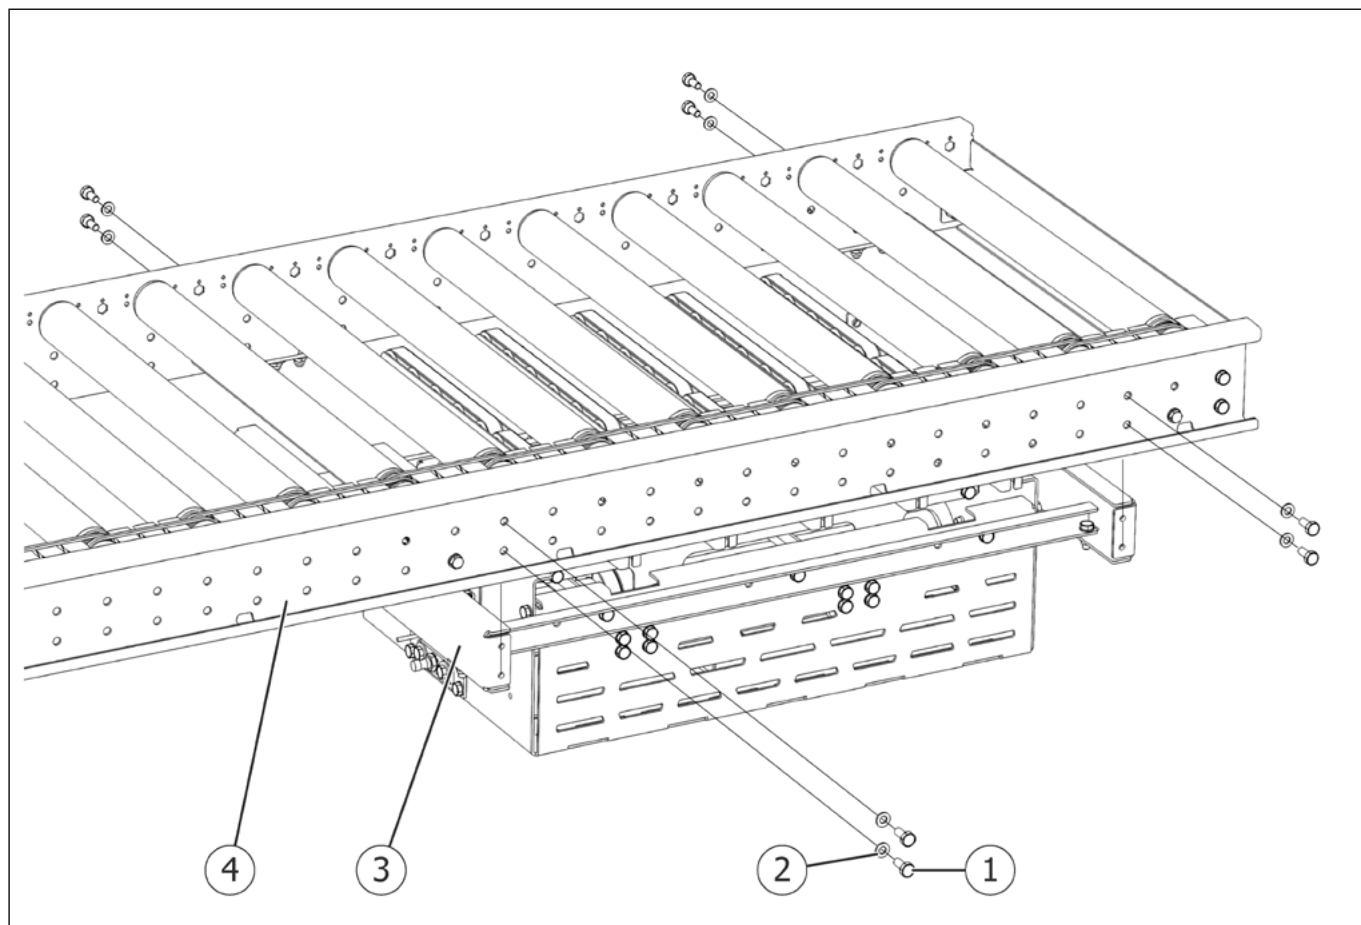

Fig. 3
7. Visser le module de chaque côté avec 4 vis à tête hexagonale (Fig. 3/1) et 4 rondelles (Fig. 3/2) sur les montants latéraux (Fig. 3/3) du convoyeur à rouleaux.